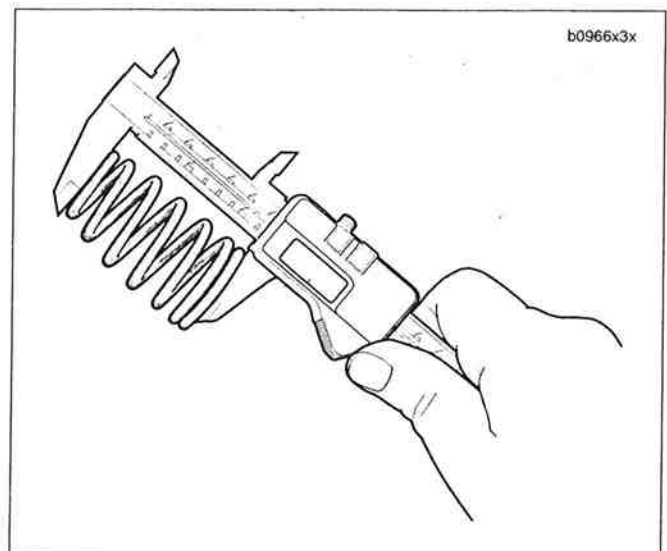

Figura 3-32. Comprobación de la longitud libre del resorte
2. Vea la Figura 3-32. Compruebe la longitud libre de cada resorte con un calibrador como se muestra. Pruebe la fuerza de compresión del resorte usando el PROBADOR DE RESORTE DE VÁLVULA (HD-96796-47). Compare con 3.1 ESPECIFICACIONES y 3.2 LÍMITES DE DESGASTE DE SERVICIO. Si la longitud del resorte o la fuerza de compresión son menores a las especificadas, reemplace el resorte.